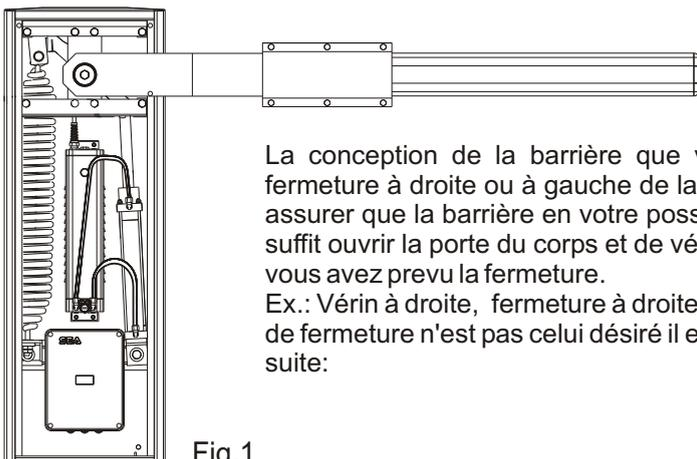
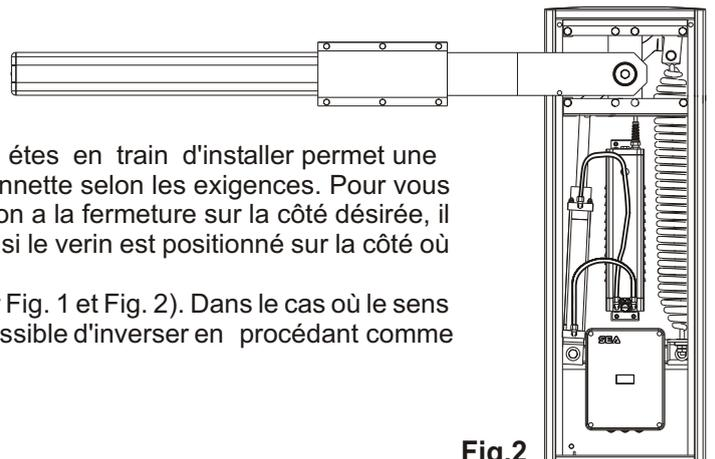

Fig.1
Fig.2
Ex.: Vérin à droite, fermeture à droite (voir Fig. 1 et Fig. 2). Dans le cas où le sens de fermeture n'est pas celui désiré il est possible d'inverser en procédant comme suite:
N.B.: L'opérateur est livré de série comme dans Fig.1 (avec fermeture à droite).
Exigence de fermeture à droite (Fig. 1)
Barrière avec fermeture à gauche (Fig. 2)